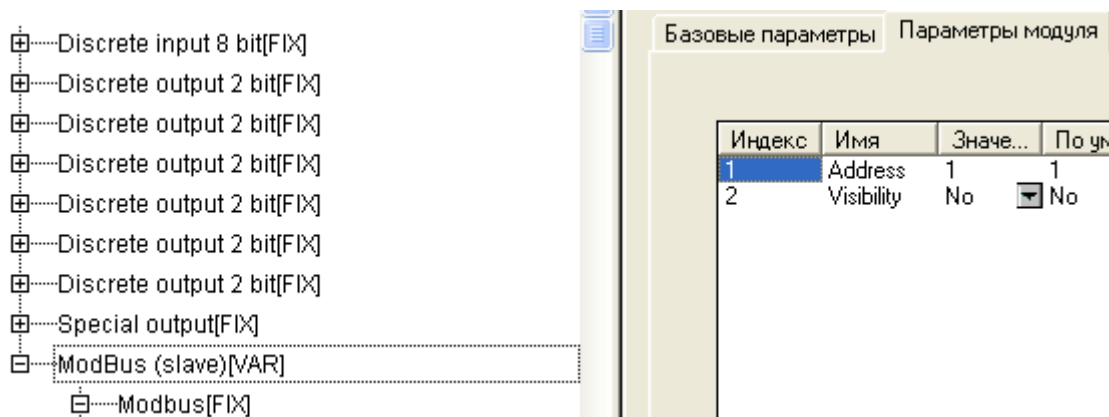

Рис.1 Настройка адреса ПЛК в режиме Slave
2. **В среде программирования Codesys2.3**, перейти в область PLC_Configuration (Конфигурация_ПЛК) и добавить там модуль Modbus (Slave) (рис.1).
- Задать адрес в сети Modbus для ПЛК, параметр «Address» модуля «Modbus(slave)» вкладка «Module parameters» (рис.1).